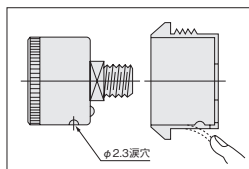

図3
2. 収納する際には、(1) 圧力計ケース裏側の2本の止めビスが下側にあること。(2) パネルマウントケース底部の四角穴の下側に止めビスの逃げ穴があること。以上2項目を確認してから圧力計を押し込み収納してください。
3. 収納した状態において、パネルマウントケース下部の脱落防止用の凸部が、圧力計ケース下部の涙穴 (φ2.3) に入っていることを確認してください。圧力計とパネルマウントケースとの組込み位置が正しい場合は、収納する舌片がスナップの役目を果たしてスムーズな収納ができます。スムーズな収納ができない場合は、舌片を指先にて捲り上げますと、収納しやすくなります。(図3参照)